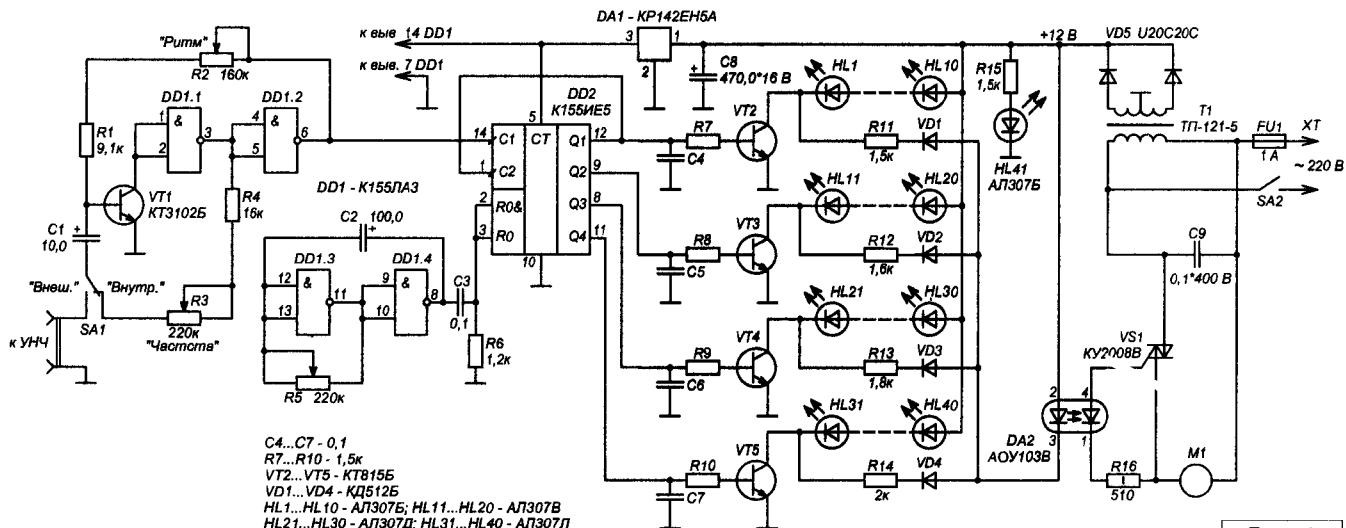

Рис. 1
Схема электрическая принципиальная (рис. 1) представляет цифровое устройство, состоящее из генератора частоты на элементах цифровой микросхемы DD1.1 и DD1.2, генератора мерцания гирлянд на элементах DD1.3, DD1.4, двоичного счетчика DD2 и элементов управления работой гирлянд и двигателя насоса помпы VT2...VT5. С выходов счетчика DD2 импульсы в двоичном коде через ограничительные резисторы R7...R10 поступают на входы мощных транзисторов VT2...VT5. Генератор мерцания на элементах DD1.3, DD1.4 создает на входе 2, 3 DD2 перепады импульсного напряжения, периодически переключая выходы счетчика DD2. Для интеграции длительности импульсов на выходе (8) DD1.4 установлена RC-цепь R6, C3. Часть сигнала двоичного кода, с выхода счетчика, через разделительные диоды VD1...VD4 подается на узел регулятора оборотов двигателя насоса, состоящего из оптопары DA2, которая управляет задержкой угла открытия симистора VS1. В анодную цепь симистора включен электродвигатель помпы M1.